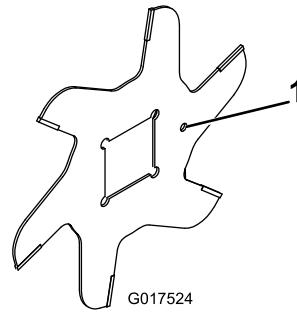

Рисунок 12
- Соберите ножи барабана (Рисунок 12).
- Устанавливайте каждый последующий нож по часовой стрелке таким образом, чтобы соответствующее установочное отверстие (Рисунок 12) не было совмещено с первым отверстием ножа одной плоскостью вала.